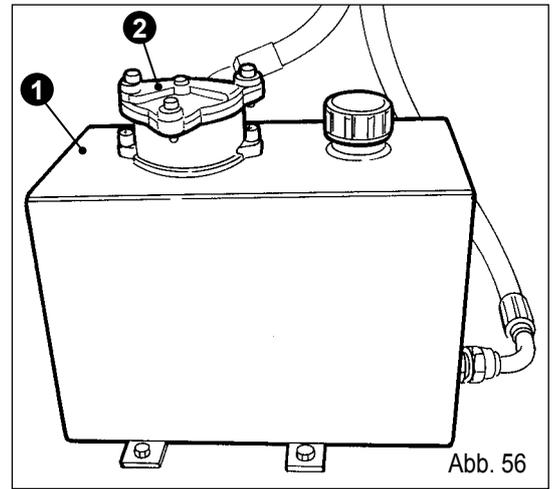

Abb. 56
Auf der Maschine können ein Tank (1), ein Filter (2) (Abb. 56) und eine Hydraulikpumpe (3) (Abb. 57) vorhanden sein, die mit dem Flansch hinter der Hauptpumpe der Maschine angebracht ist.